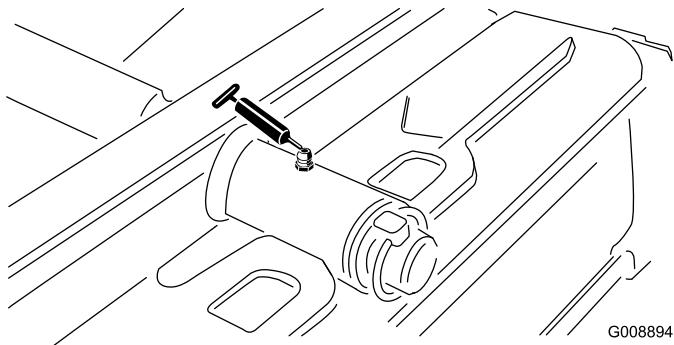

Bild 44
- Drehbüchsen am hinteren Mähwerk (Bild 44)